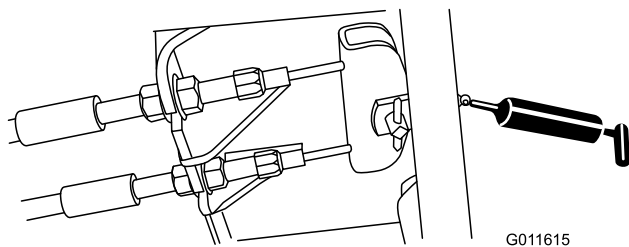

Figure 58
- Pédale de frein (1) (Figure 58)